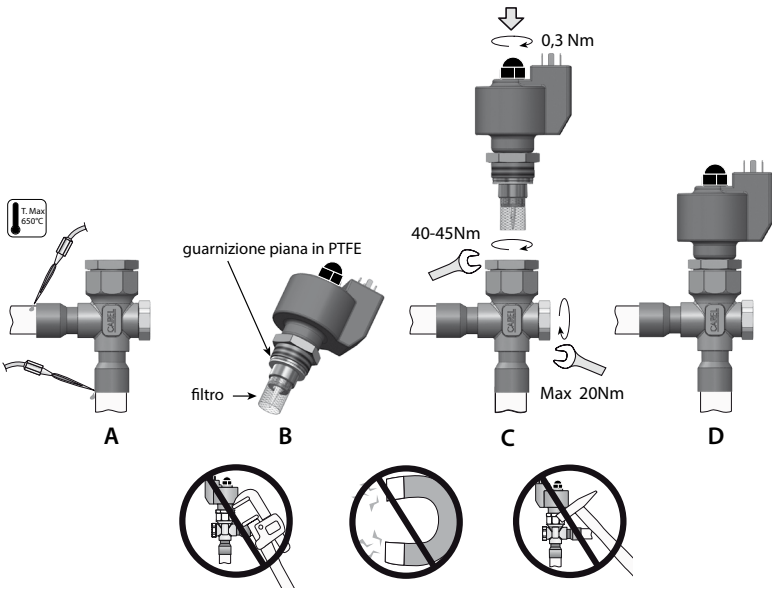
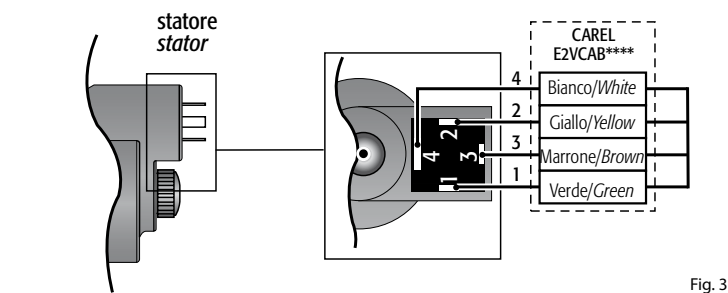

Fig. 2
Fig. 3
Le valvole E²V-S/-H devono essere saldate al circuito mediante brasatura dei raccordi in rame ai tubi di uscita condensatore (IN) e di ingresso evaporatore (OUT). Seguire la successione indicata in Fig. 2 procedendo in questo modo:
- Procedere alla saldatura orientando la fiamma verso l'estremità dei raccordi come da Fig. 2-A (per una migliore brasatura senza alterare la tenuta della zona di saldatura tra corpo e raccordi utilizzare lega con temperatura di fusione inferiore a 650 °C o con tenore di argento superiore del 25 %).
- Verificare che la guarnizione piana in PTFE sia presente e posizionata in sede (Fig. 2-B).
- Verificare che il filtro in rete metallica sia inserito sulla boccola di ottone (Fig.2-B). In caso contrario, posizionarlo come in figura e portarlo in battuta. **Attenzione! Utilizzare il filtro solo in mono-direzionale con ingresso del fluido dal raccordo laterale. In caso di utilizzo della valvola in direzione contraria, prevedere apposito filtro nel circuito, togliendo quello fornito.**
- Avvitare nel corpo valvola la cartuccia in acciaio sull'apposito alloggiamento filettato con una chiave a forchetta da 24. Serrare la cartuccia sul corpo valvola con una coppia di serraggio suggerita di 40-45 Nm (Fig. 2-D). Per favorire un più rapido assemblaggio della valvola, si consiglia di non smontare il motore dalla cartuccia. **Attenzione! Nel caso in cui lo stelo filettato fuoriuscisse completamente dalla sede di lavoro della cartuccia procedere secondo la seguente operazione:**
- A valvola fredda, avvitare sul corpo valvola la spia di flusso all'interno dell'apposito alloggiamento filettato (in linea con il raccordo trasversale) con una chiave esagonale da 17 mm verificando la presenza dell'O-ring (OR - 114, diametro interno 11,1 - spessore 1,78 mm - materiale: Neoprene) che ne garantisce la tenuta ermetica. Serrare la spia fino al raggiungimento del fine corsa meccanico del filetto (Fig. 2 C), con una coppia di massimo 20 Nm. **Attenzione!** Per garantire una migliore tenuta dell'assieme è consigliato l'utilizzo di O-ring in Neoprene (materiali diversi possono compromettere il corretto utilizzo dell'assieme) lubrificati con uno strato sottile di olio compatibile. Collegare il connettore già cablato al motore passo passo nel relativo alloggiamento e serrare la vite con una coppia di 0,5 Nm seguendo le indicazioni in Fig. 3. Collegare a questo punto l'estremità quadrupolare del cavo nei relativi morsetti del Driver CAREL EVD*** o relativo controllo omologato CAREL ed impostare i parametri secondo il set riportato nella tabella sottostante.
The E2V-S/-H valves must be joined to the circuit by braze welding the copper fittings to the condenser outlet (IN) and evaporator inlet (OUT) pipes. Proceed as indicated in Fig. 2:
- Weld by aiming the flame at the ends of the fittings as shown in Fig. 2-A (for better braze welding without affecting the seal of the welded area between the body and the fittings, use alloys with a fusion temperature less than 650 °C or with a silver content above 25%);
- Make sure that the PTFE flat gasket is present in its seat (Fig. 2-B).
- Make sure that the metal mesh filter is inserted on the brass bushing (Fig.2-B). Otherwise, position it as shown in the figure and make sure it's properly in place. **Warning! Only use the one-way filter with fluid inlet from the connection side. If using the valve in the opposite direction, install a special filter in the circuit, removing the one supplied.**
- Tighten the steel cartridge in its threaded socket on the valve body using a 24 mm spanner. Tighten the cartridge on the valve body to a recommended tightening torque of 40-45 Nm (Fig. 2-D). For faster valve assembly, do not remove the motor from the cartridge.
- When the valve has cooled down, tighten the flow sight glass to the special threaded socket in the valve body (in line with the cross fitting) using a 17 mm Allen key, making sure the O-ring is fitted (OR - 114 –inside diameter 11.1 mm – thickness 1.78 mm – material: Neoprene) to ensure hermetic tightness. Tighten the sight glass to the end of the thread (Fig. 2 C), with maximum 20 Nm torque. **Warning!** To ensure better tightness of the assembly, use the Neoprene O-ring (other materials may affect the correct operation of the assembly) lubricated with a thin layer of compatible oil.
- connect the pre-wired connector to the socket on the stepper motor and tighten the screw, applying a force of 0.5Nm, following the indications in Fig. 3. Then connect the four-pin end of the cable to the corresponding terminals on the CAREL EVD*** driver or other approved CAREL controller, and set the parameters as shown in the table below.
- brancher le connecteur déjà câblé au moteur pas par sur son emplacement et serrer la vis avec un couple de 0,5 Nm en suivant les indications en Fig. 3. Connecter alors l'extrémité quadripolaire du câble aux bornes correspondantes du Driver CAREL EVD*** ou au contrôle homologué CAREL correspondant et configurer les paramètres selon le point de consigne repris sur le tableau ci-dessous.
- Den vorverdrahteten Steckverbinder an den Schrittmotor anschließen und die Schraube nach den Anleitungen der Fig. 3 mit 0,5 Nm Drehmoment zudrehen. Das Vierleiterkabelende an die entsprechenden Klemmen des CAREL-Treibers EVD*** oder an eine andere zulässige CAREL-Steuerung anschließen und die Parameter gemäß nachstehender Tabelle einstellen.